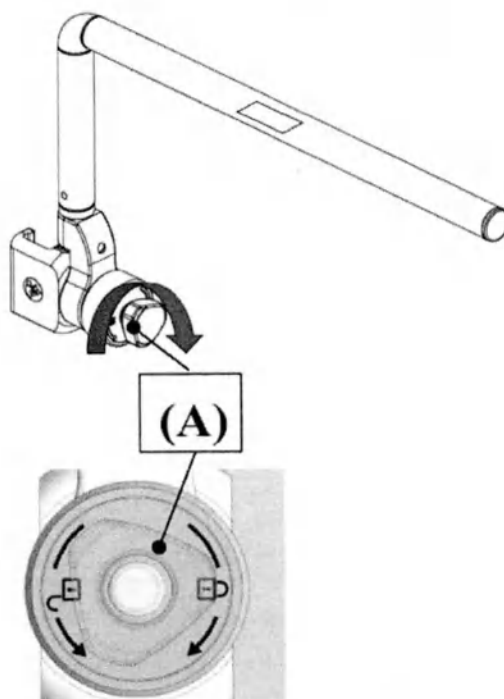

Рисунок 2.6.50
- На наклейке указано правильное направление вращения ручки (А) (рисунок 2.6.50).